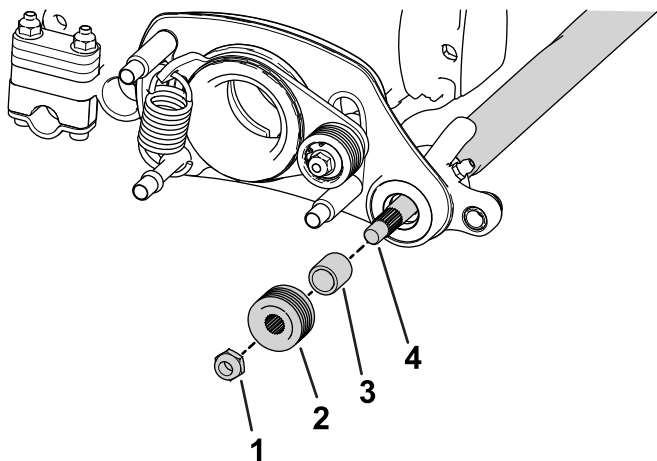

Figura 11
8. Lubrificare leggermente il mozzo della puleggia condotta (Figura 11).
9. Fate scorrere la puleggia condotta sull'albero di grooming (Figura 11).
10. Fissate la puleggia all'albero con un dado di bloccaggio flangiato (Figura 11) e serrate a una coppia compresa tra 23 e 28 N·m.